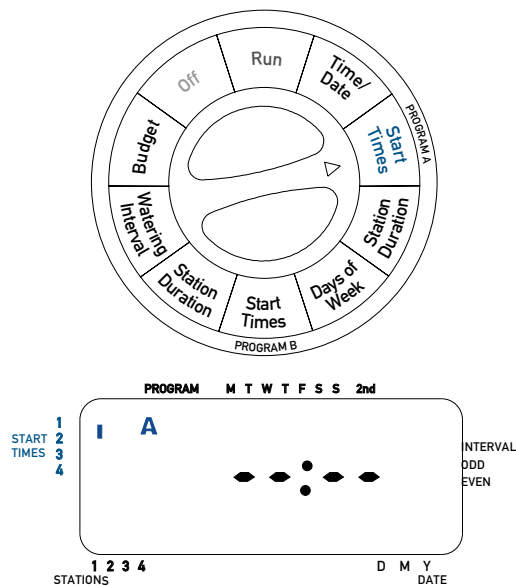

Figure 3: LCD Affichage ACL avec heure de début
- Tournez le cadran à la position **CYCLE START TIMES (heures début de cycle)** dans « Programme A ». L'afficheur indique « A » et un curseur clignotant devrait apparaître à côté de « Heure début de cycle 1 » (sur le côté gauche de l'affichage ACL). Si ce n'est pas le cas, appuyez sur la **NEXT (suivant)** jusqu'à ce que le curseur se trouve à côté de « Heure début de cycle 1 ». [Voir figure 3]